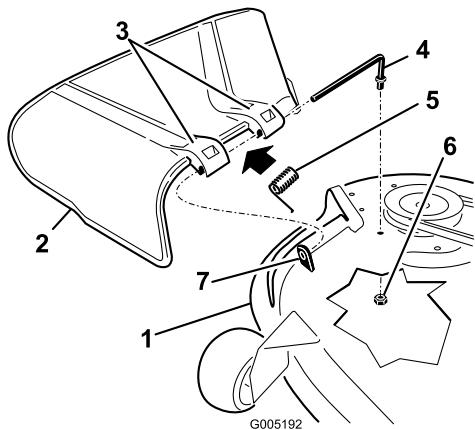

Figura 48
soporte del deflector de hierba y por la arandela de freno interna (Figura 48).
7. Introduzca la varilla, en la parte delantera del deflector de hierba, por el espaciador corto de la plataforma. Fije el extremo trasero de la varilla en el cortacésped con una tuerca (3/8 pulg.) (Figura 48).
1. Localice los elementos mostrados en la Figura 48.
2. Retire la tuerca (3/8 pulg.) de la varilla (debajo del cortacésped) (Figura 48).
3. Deslice la varilla para retirarla del espaciador corto, de la arandela de freno interna, del muelle y del deflector de hierba (Figura 48). Retire el deflector de hierba dañado o desgastado.
4. Cambie el deflector de hierba y la arandela de freno interna (Figura 48).